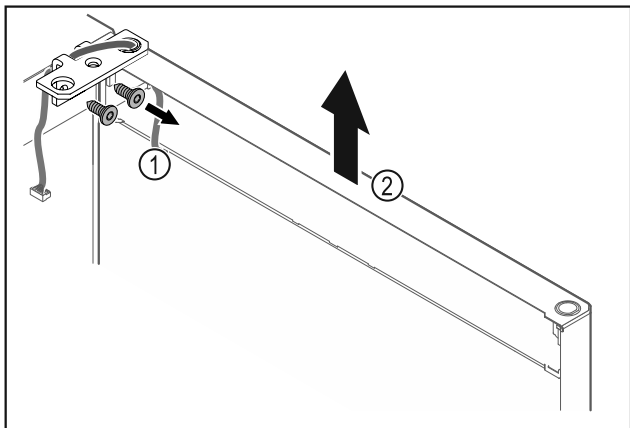

Fig. 25
- ▶ Kruvige šarniirnergik Fig. 25 (1) maha.
- ▶ Tõstke ust koos šarniirnergikuga Fig. 25 (2) umbes 200 mm otse ülespoole ja võtke maha.